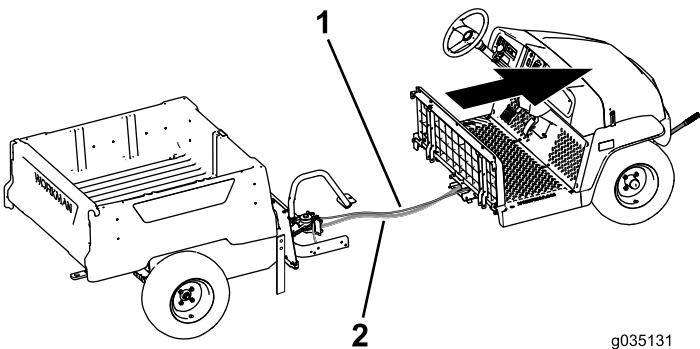

Рисунок 69
9. Вместе с помощником переместите переднюю секцию вперед, отделив ее от задней секции (Рисунок 69).